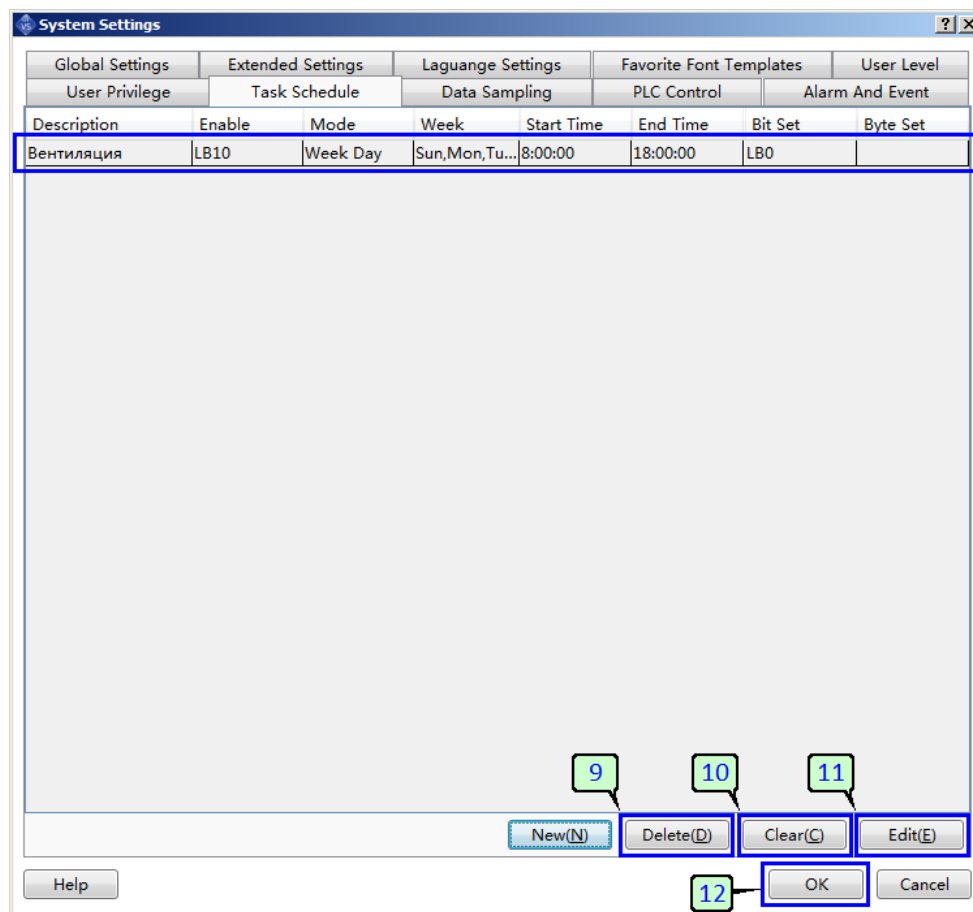

Рисунок 117 - Отображение новой задачи
8. Нажмите "OK" для сохранения и выхода из диалога создания новой задачи, в окне настроек отобразится новая строка соответствующая созданной задаче в расписании (рисунок 117).